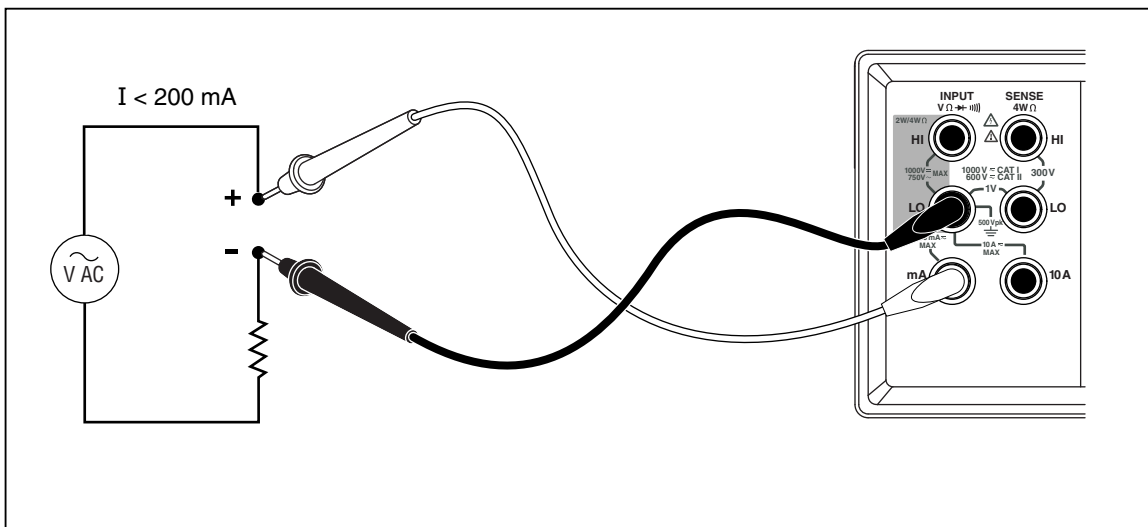

Figura 3-8. Misurazione di corrente < 200 mA
4. Se si prevede che la misurazione sia inferiore a 200 mA, collegare i cavetti di prova solo ai terminali 200 mA e LO e rimuovere eventuali cavetti del terminale 10 A. Vedere la Figura 3-8.